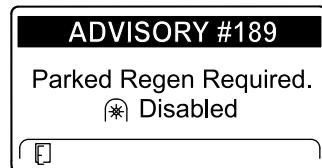

Figure 54
- Si vous n'effectuez pas de régénération en stationnement dans les 2 heures, l'InfoCenter affiche qu'une régénération en stationnement est nécessaire – prise de force désactivée Avis N° 189 (Figure 54).